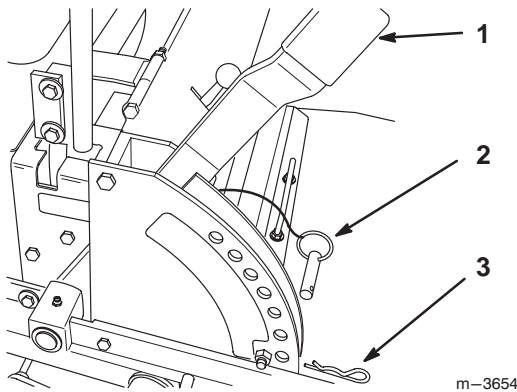

Bild 11
1. Stellen Sie den Schnitthöhenhebel in die Transport- oder die 114 mm-Stellung (Bild 11).
2. Entfernen Sie den Splint und den Lastösenbolzen zum Einstellen der Schnitthöhe aus dem Schnitthöhen-Einstellbügel (Bild 11).
3. Wählen Sie das Schnitthöhenloch im Schnitthöhen-Einstellbügel, das der gewünschten Schnitthöhe entspricht, und stecken Sie den Lastösenbolzen wieder ein (Bild 11).
4. Befestigen Sie den Lastösenbolzen mit dem Splint (Bild 11).